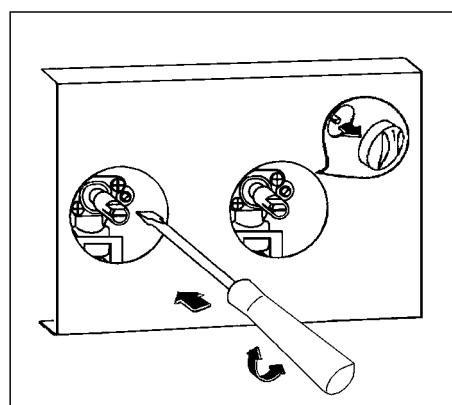

fig. 17
4. Dévissez ou vissez la vis pointeau (qui se trouve à droite de l'axe du robinet fig. 17) jusqu'à l'obtention d'une flamme très courte mais stable pour le gaz naturel. Pour le gaz butane - propane, vissez totalement la vis dans le sens des aiguilles d'une montre sans forcer.